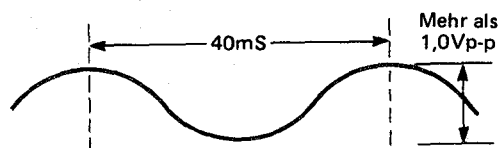

Abbildung 87.
2. Die Ausgabe des TP-704 beobachten und prüfen, daß seine Werte den in Abb. 87 gezeigten entsprechen.